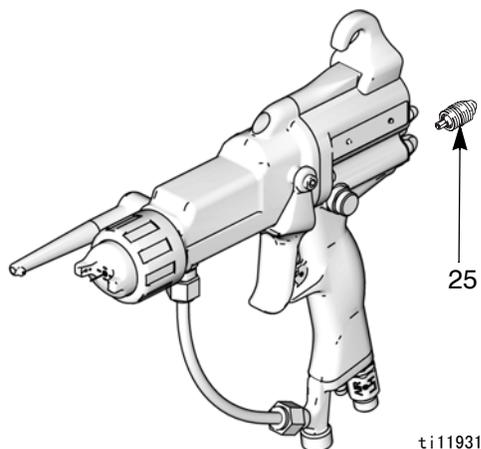

图 20. 流体调整阀
2. 卸下流体调整阀 (25)。其只能按成套组件的方式更换。见图 20。
3. 将阀门 (25) 拧入喷枪手柄。用 15-25 磅英寸 (1.7-2.8 Nm) 的扭力拧紧。